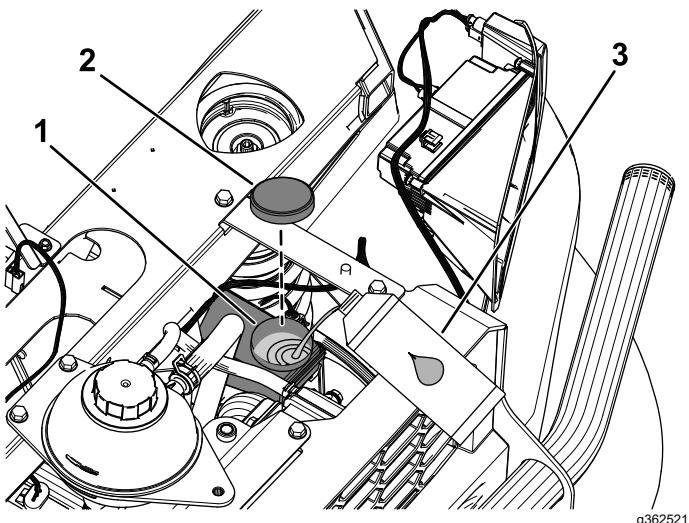

Figure 127
- A. Nettoyez la surface autour du bouchon du réservoir et enlevez le bouchon (Figure 127).
- C. Remettez le bouchon du réservoir (Figure 127).